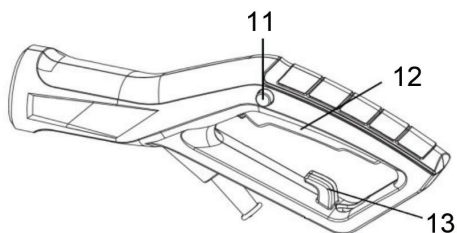

Рис. 15
Для предотвращения возможного отсоединения вилки кабеля питания инструмента от разъема удлинителя используйте фиксатор удлинителя 13 (рис. 15) или зафиксируйте кабель как показано на рисунке «16»
- нажмите кнопку разблокировки выключателя 11 (рис. 15) и, не отпуская ее, нажмите на курок выключателя 12 (рис. 15). Двигатель включится, цепь начнёт вращаться.